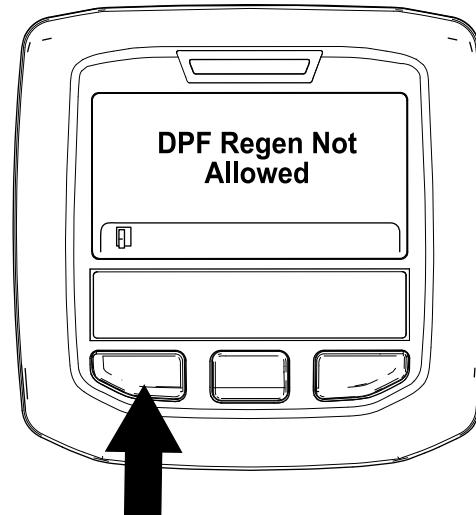

Figura 40
- Si la computadora del motor no autoriza el proceso de regeneración, en el InfoCenter se muestra el mensaje "DPF Regen Not Allowed" (Regeneración del FPD no permitida) (Figura 40). Pulse el botón izquierdo para salir de la pantalla de inicio.